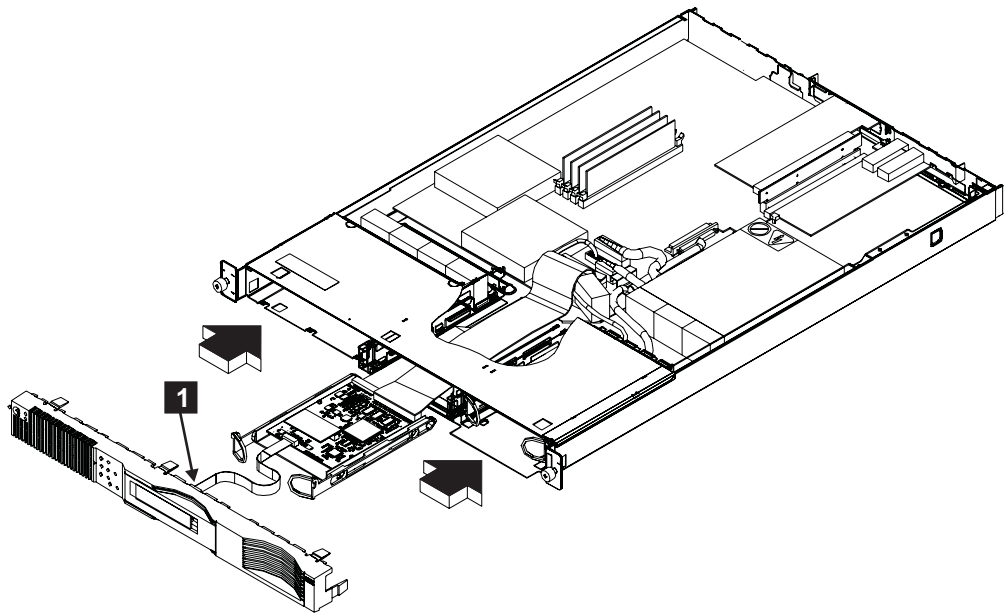

図 190. フロント・パネルの交換
1. ケーブル **1** をフロント・パネルに接続します。図 190 を参照してください。